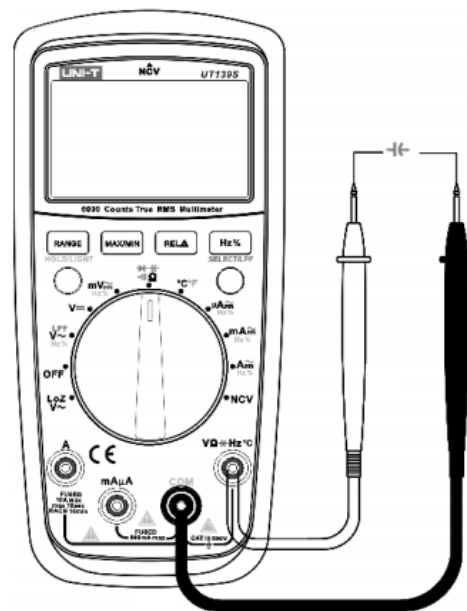

Рисунок 6
9.5. Измерение емкости (см. рисунок 6)